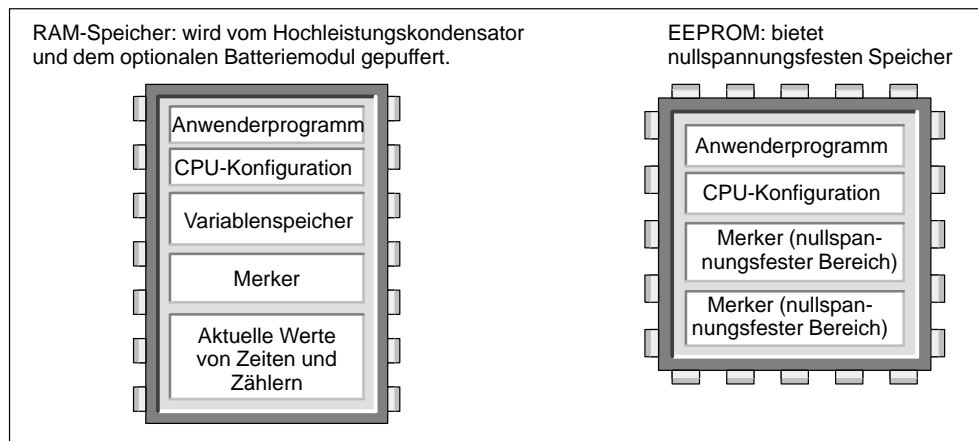

Bild 7-11 Speicherbereiche einer S7-200 CPU
- Die CPU verfügt über einen EEPROM, in dem Sie Ihr gesamtes Programm, einige Datenbereiche und die Konfigurationsdateien für die CPU nullspannungsfest ablegen können (siehe Bild 7-11).